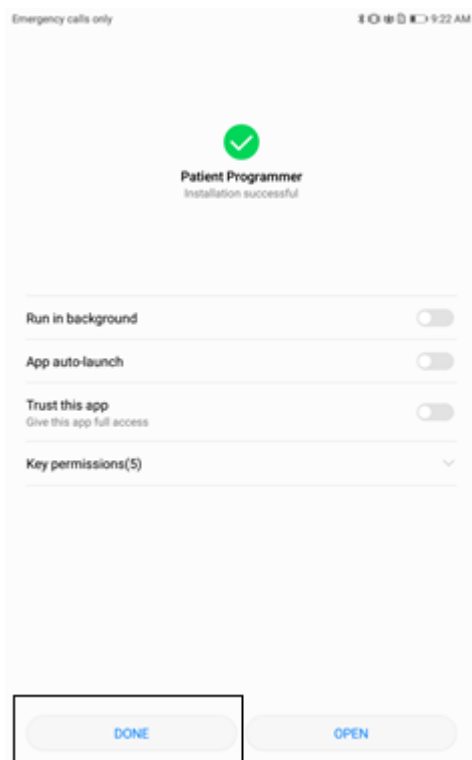

FIGURA 6: Interfaz de instalación exitosa.
7. Aparece un mensaje cuando el software se instala correctamente. Haga clic en HECHO (Figura 6) para completar la instalación.